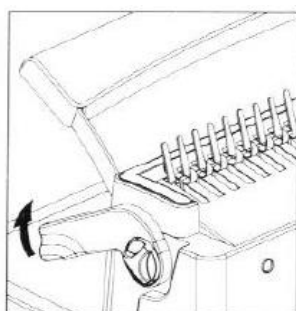

BILD 7
- Den Hebel für Binden anheben, sodass sich die Ringe genug öffnen und die Blätter so eingelegt werden könnten. (siehe Bild 7)